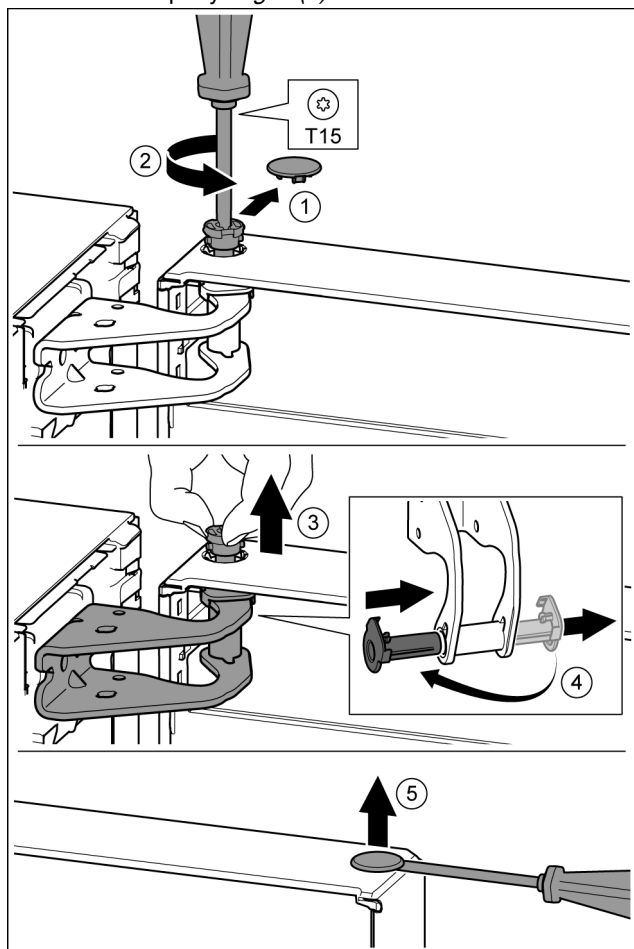

Fig. 9
- ▶ Осторожно снять предохранительную крышку. Fig. 9 (1)
- ▶ Немного выкрутить палец отвёрткой T15. Fig. 9 (2)
- ▶ Удерживать дверь и вытянуть палец рукой. Fig. 9 (3)
- ▶ Опорную втулку вывести из направляющей. Установить и зафиксировать с другой стороны. Fig. 9 (4)